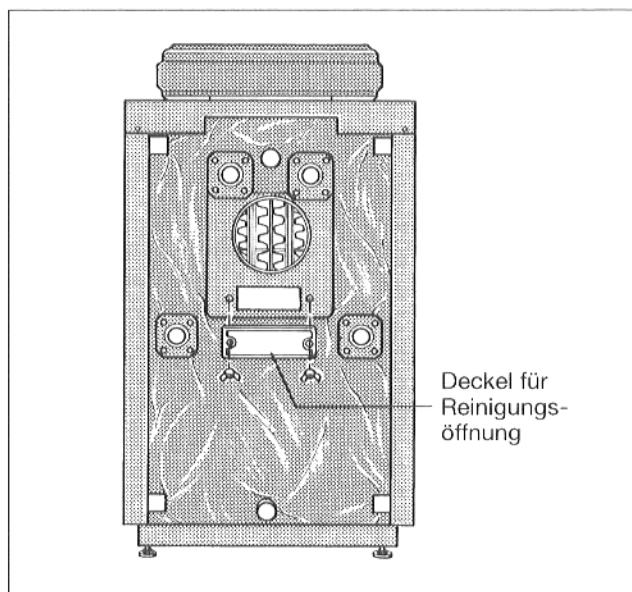

Abb. 20
- Heizflächen bis zum **hinteren Ende** mit der Reinigungsbürste in horizontaler Richtung gut durchbürsten. Verbrennungsrückstände entfernen. Zu diesem Zweck an der Kesselrückseite 2 Flügelmuttern abschrauben und Deckel der Reinigungsöffnung abnehmen (Abb. 20).
- Reinigungsöffnung wieder verschrauben (Abb. 20).